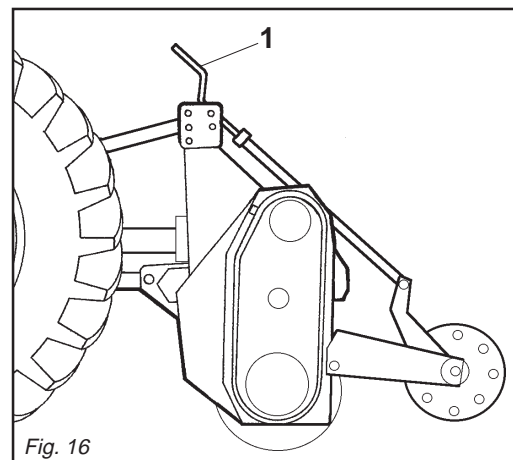

Fig. 16
**Macchine con rullo:** la regolazione della profondità in queste macchine si effettua ruotando la manovella centrale (1 Fig. 16).
**Machine with roller:** to adjust working depth on this type of machine is adjusted either the center crank (1 Fig. 16).
**Maschine mit Walzen:** die Tiefeneinstellung bei diesen Maschinen erfolgt über den zentralen Handgriff (1 Abb. 16).
**Machine avec rouleau:** pour régler de la profondeur sur ces machines s'effectue avec la manivelle centrale (1 Fig. 16).
**Màquinas con rodillo:** el ajuste de la profundidad en estas màquinas se efectua por medio de la manivela central (1 Fig. 16).